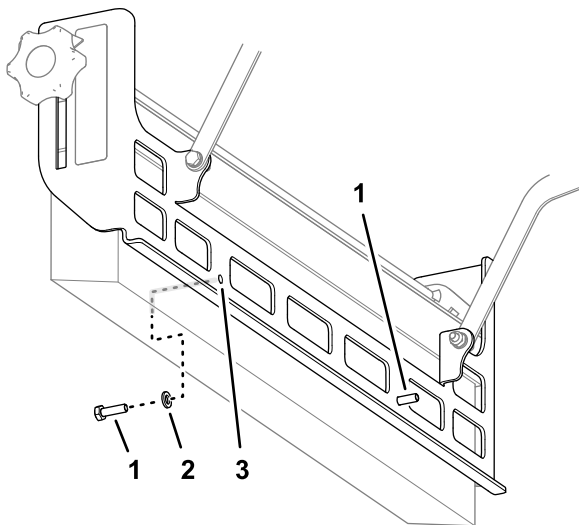

Рисунок 10
1. Установите колпачковый болт (6 x 20 мм) с шайбой (6 мм) в отверстие крепления щетки (Рисунок 10).
2. Установите другой колпачковый болт (6 x 20 мм) с шайбой (6 мм) в другое отверстие крепления щетки (Рисунок 10).